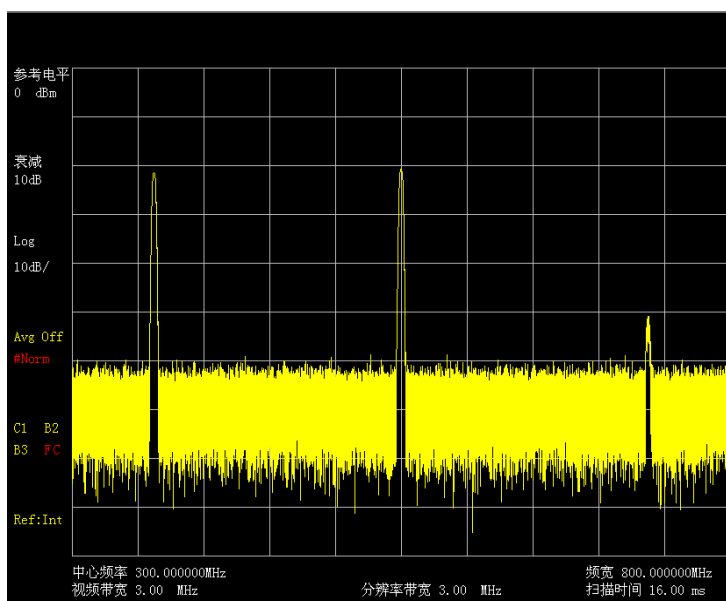

图 2-14 中心频率为 300MHz
- 2) 设置中心频率为 300MHz。用前面板数据区的键直接输入【3】【0】【0】[MHz]，这些数字键可对当前参数设置确切的值，步进键和旋轮也可用于改变中心频率值，如图 2-14 所示。